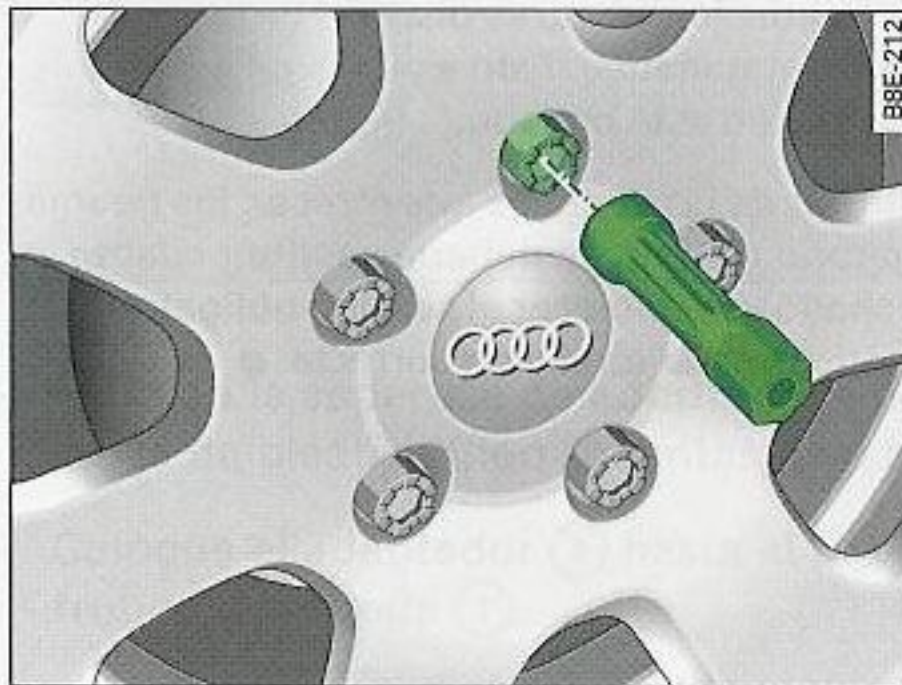

Fig. 256 Cambio de rueda: Útil de hexágono interior para girar los tornillos
- Desenrosque del todo el tornillo que se encuentra más *arriba* utilizando el **útil de hexágono interior** del mango del destornillador (herramientas de a bordo) y deposítelo sobre una superficie limpia ⇒ fig. 256.